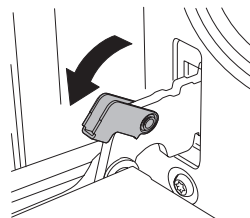

Figura 1
1. Per rimuovere lo sportello, aprirlo all'angolazione massima. Quindi tirare indietro la fibbia sulla cerniera dello sportello. (Figura 1)